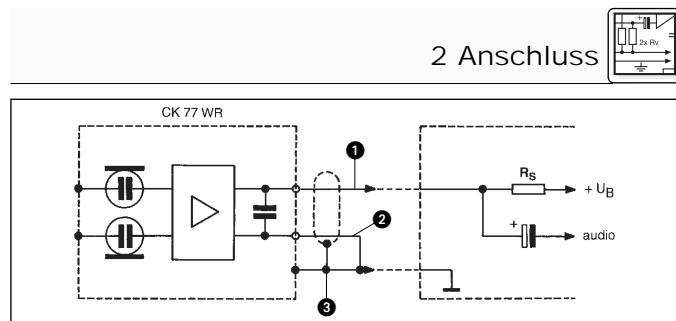

Abb. 2: Schaltplan des CK 77 WR
- Siehe Abb. 2. 2. Stellen Sie fest, welchen Steckertyp Sie benötigen, und löten Sie den Stecker an das Mikrofonkabel an.